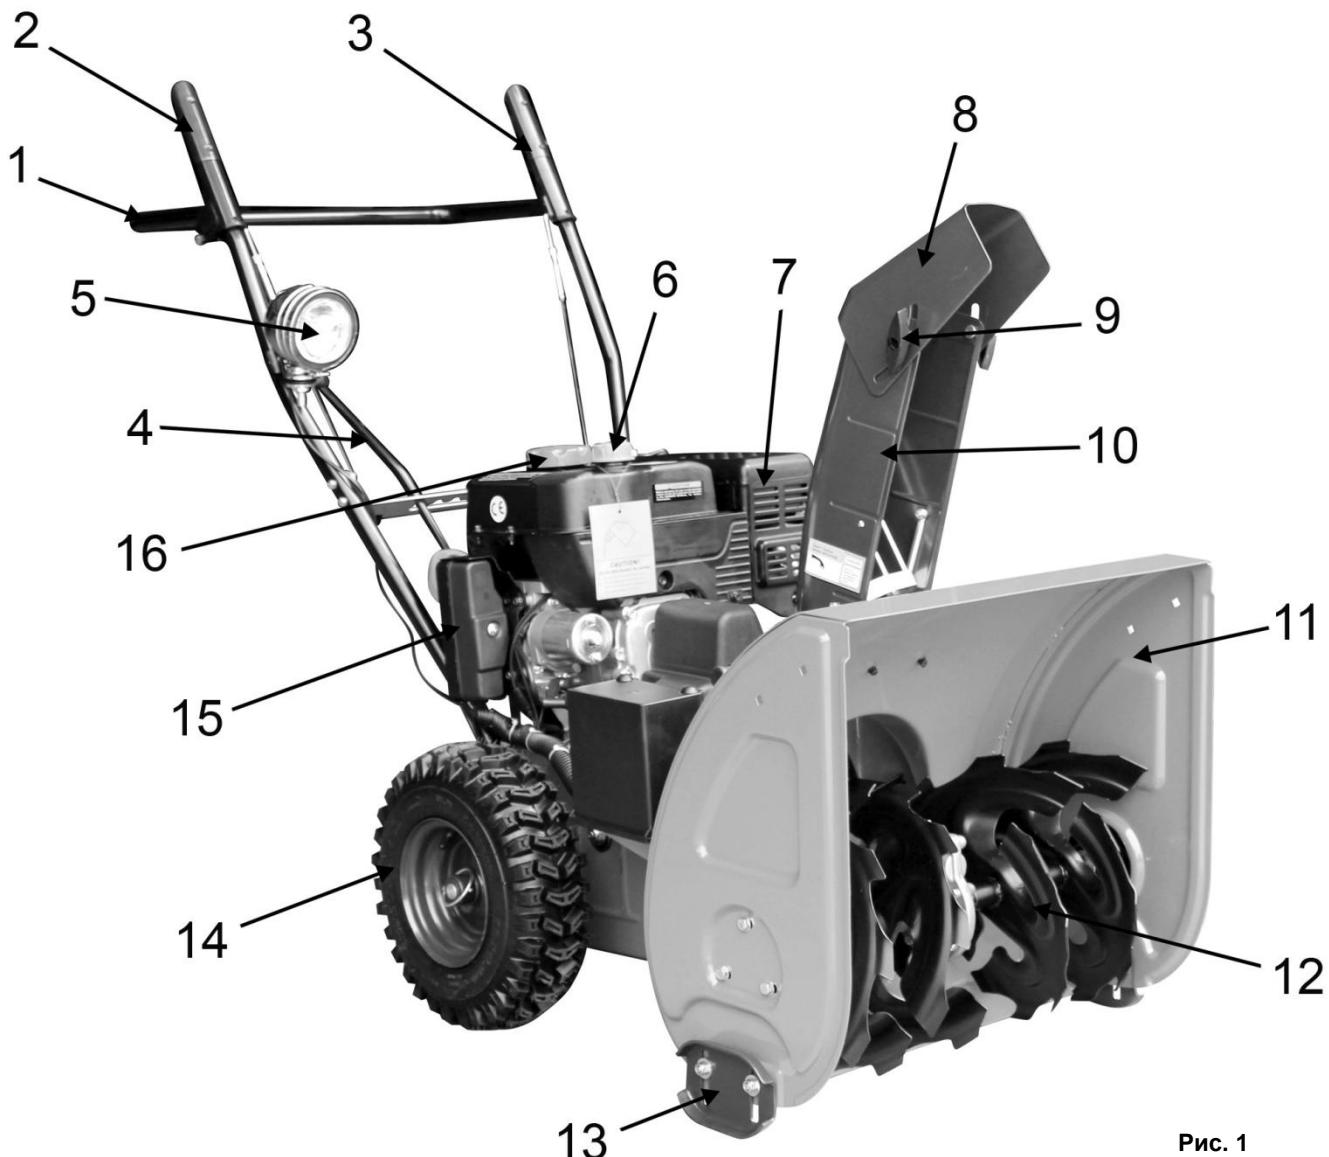
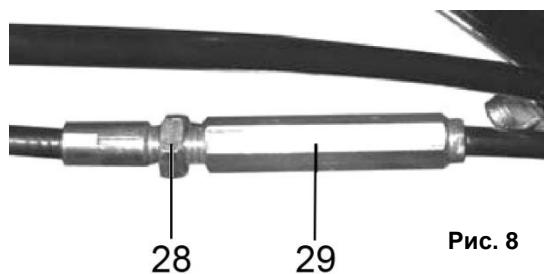

Рис. 1
Рис. 8
- Снегоуборщик вращением лопастей шнека (12)(См. Рис.1) убирает снежный покров с ровных площадей, и через снегоотвод (10) выбрасывает его в выбранную сторону.
- Шнек (12)(См. Рис.1) - винтовой механизм в виде стержня с наклонными лопастями, приводимый в действие двигателем. Шнек захватывает, и транспортирует снежную массу внутрь снегоуборщика на вращающуюся крыльчатку (импеллер), далее снежная масса выбрасывается в необходимую сторону (влево или вправо), через поворачиваемый желоб (снегоотвод).
- Снегозаборник (11)(См. Рис.1) служит для захвата снега и направления его потока в рабочую зону снегоуборщика (на шнек).
- Фара (5)(См. Рис.1) служит для освещения рабочей зоны в условиях недостаточной видимости.
Рычаг привода колес (2)(См. Рис.1)
- При нажатии рычага привода колес (2), включается система привода, и снегоуборщик начинает движение.
- При отпусканье рычага привода колес (2), привод отключается, и снегоуборщик прекращает движение.
Рычаг привода шнека (3)(См. Рис.1)
- При нажатии рычага привода шнека (3), включается система привода, и лопасти шнека (12)(См. Рис.1) начинают вращение.
Рычаг переключения скоростей (4)(См. Рис.1)
- Для изменения скорости и направления движения: остановите снегоуборщик и вращение шнека, переведите рычаг (4)(См. Рис.1) в соответствующее выбранному режиму движения положение.
- Установите желоб снегоотвода (10)(См. Рис.1) на выпускной канал импеллера.
- Установить в отверстие на рычаге управления (2; 3)(См. Рис.1) верхний Z-образный конец троса (22)(См. Рис.5).
- Установите/замените ограничительные башмаки (13)(См. Рис.1; 7) с каждой стороны снегозаборника.
- Рычаги приводов колес и шнека (2) и (3) должны прижиматься к рукояткам руля управления (1)(См. Рис.1) без чрезмерных усилий.
- Проверьте работу рычагов (2) и (3)(См. Рис.1) привода колес и шнека.
- Рычаги (2) и (3) привода колес и шнека должны полностью прижиматься к рукоятке управления. Если этого не происходит, значит, тросики перетянуты, и их необходимо ослабить.
- Отрегулируйте приводные тросы с помощью резьбовой втулки (29)(См. Рис.8), расположенной в средней части троса.
- Для натяжения тросика: ослабьте гайку (28), а затем переместите резьбовую втулку (29) вверх и затяните гайку (28)(См. Рис.8) до втулки.
- Для ослабления тросика: ослабьте гайку (28) и переместите резьбовую втулку (29) вниз и затяните гайку (28) до втулки.